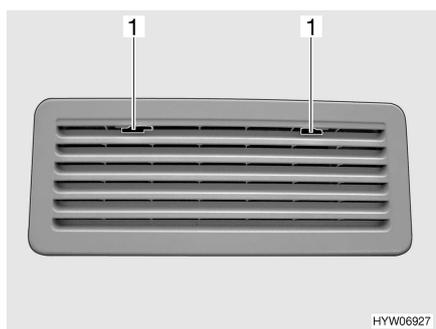
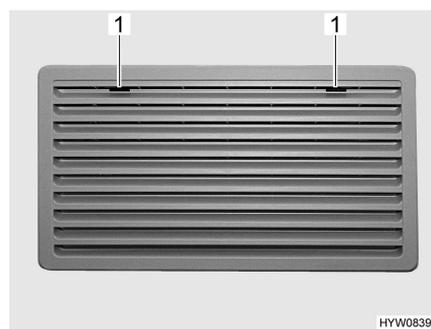

Bild 91 Kühlschrank-Lüftungsgitter (Thetford)
Bild 92 Kühlschrank-Lüftungsgitter, groß (Thetford)
- Arretierung (Bild 91,1 oder Bild 92,1) zur Mitte schieben.